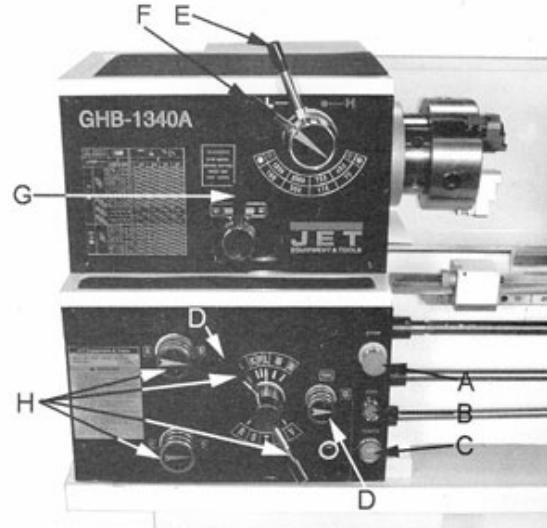
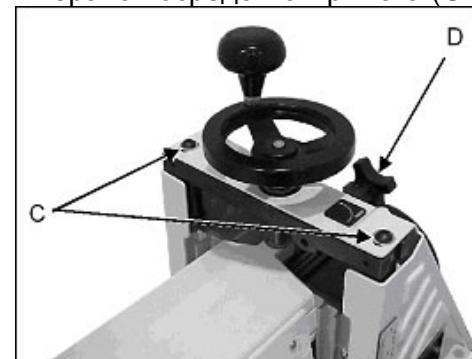

Рис. 14
Рис. 15
Установите рычаг выбора чисел оборотов в желаемое положение (E, F, рис.14).
Благодаря рычагам для выбора на механизме подачи (D, H, рис.14) в каждый момент времени в распоряжении имеются различные продольные и поперечные подачи (Рис.15).
Направление подачи может быть выбрано посредством рычага (G , рис.14).
Рычаг включения (D, рис.15):
Для перестановки задней бабки ослабьте крепежный винт (1, рис.15). Выкрутить установочный винт (2) на передней стороне, а на задней стороне (3), соответственно, подтянуть. Снова затянуть регулировочные винты и крепежный винт задней бабки.